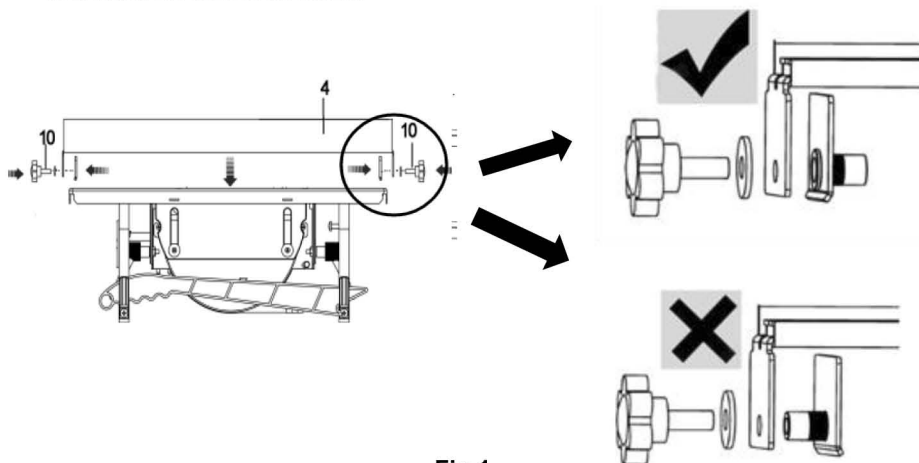

Fig.1
- > Ajuste a barreira de serragem na direção do veio (4) com a largura da lâmina pretendida usando as réguas posicionadas na superfície da mesa para referência.
- > Remova as anilhas quadradas que foram previamente montadas com os parafusos de estrela. Depois, fixe os dois parafusos de estrela (10) (um em cada extremidade). (Fig.1)
- > A barreira de serragem na direção do veio (4) pode ser montada em qualquer um dos lados da lâmina da serra.